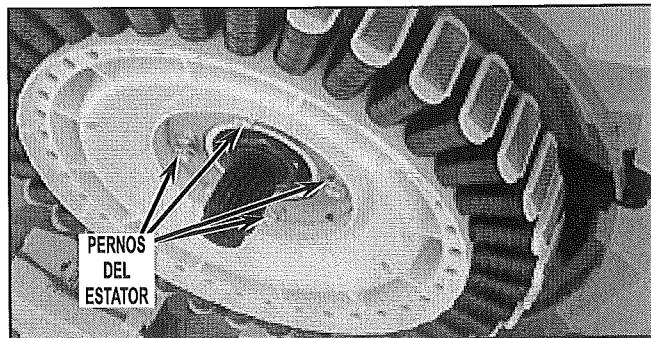

FIGURA 5
9. Retire los cuatro (4) pernos del estator (de 5/16" o 3/8"). Suelte el mazo de cables y quite el estator. Coloque el estator sobre un trapo limpio en el piso. Vea la *Figura 5*.